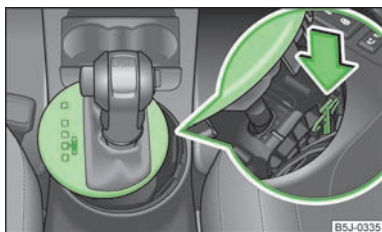

Fig. 85
- Presionar con un dedo la pieza de plástico amarilla en la dirección de la flecha » fig. 85.